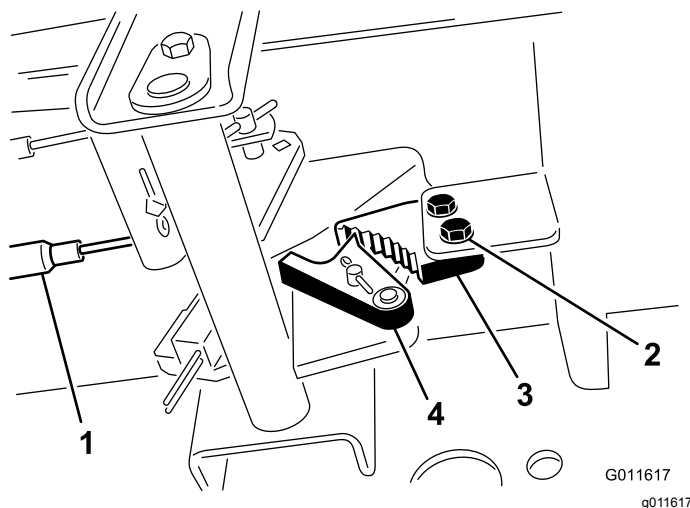

Рисунок 88
1. Ослабьте два винта крепления защелки стояночного тормоза к раме (Рисунок 88).
2. Нажимайте педаль тормоза вперед, пока углубление тормоза не войдет полностью в зацепление с защелкой тормоза (Рисунок 88).